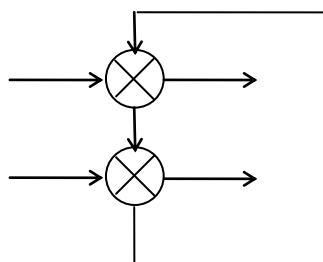

Рис. 3. Операторная схема системы теплообменных аппаратов с промежуточным теплоносителем
5. Определить вероятность безотказной работы системы теплообменников с промежуточным теплоносителем (рис. 3) за время $t = 500$ ч. Закон распределения отказов экспоненциальный с параметрами: